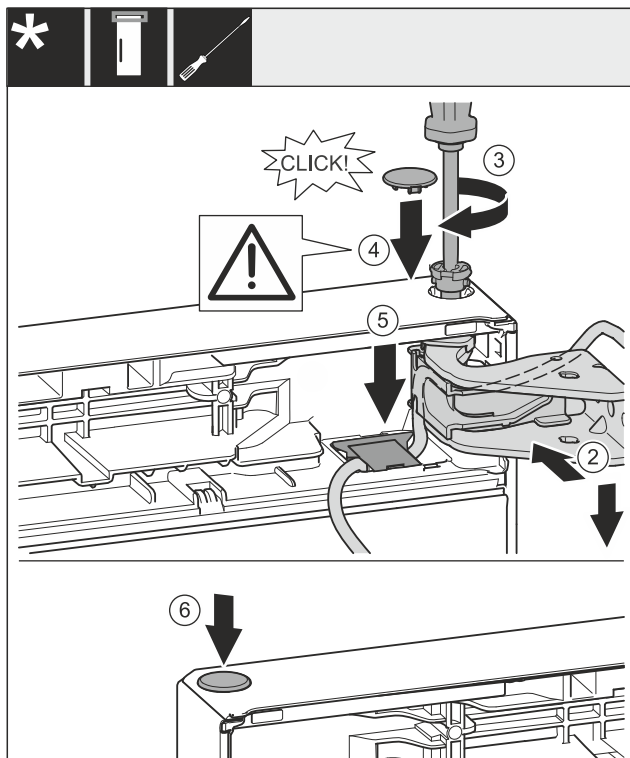

Fig. 31
- ▶ Aliniați ușa sus spre deschizătură în suportul de lagăr. Fig. 31 (2)
- ▶ Introduceți bolțul și înșurubați-l ferm cu șurubelnița T15. Fig. 31 (3)
- ▶ Montarea capacului de siguranță pentru siguranța ușii: Introduceți capacul de siguranță și controlați dacă este așezat pe ușă. În caz contrar, introduceți complet bolțul. Fig. 31 (4)
- ▶ Introduceți apărătoarea și apăsați în jos până când se fixează în poziție. Fig. 31 (5)
- ▶ Introduceți dopul. Fig. 31 (6)